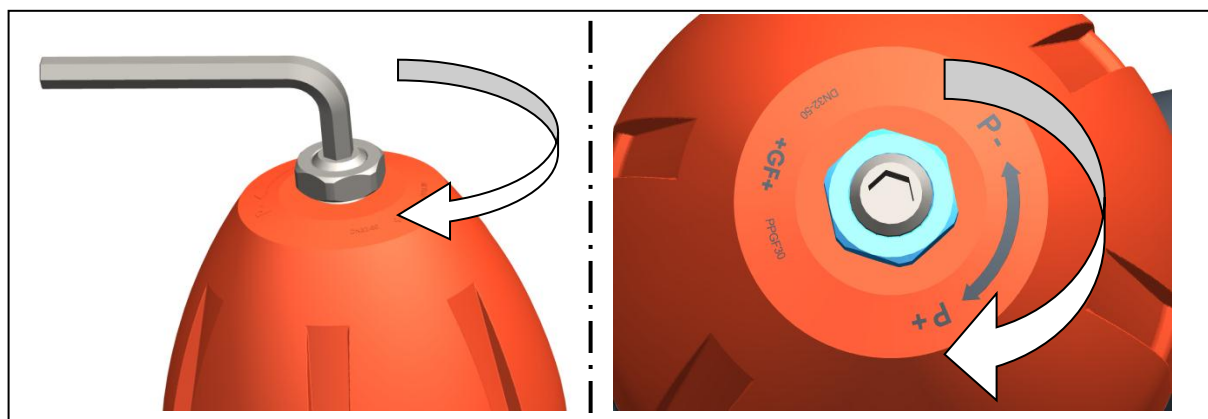

Fig. 4
- Para aumentar el valor de consigna: tensar el resorte. Para ello, girar el husillo en el sentido de las agujas del reloj, ver la fig. 4